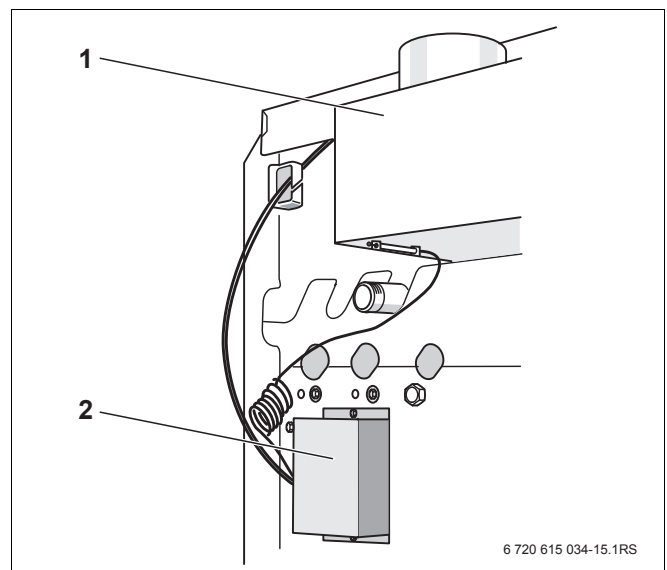

Abb. 11 Abgasüberwachung
- Die Abgasüberwachung AW 50 (Abb. 11, **Pos. 2**) startet nach einigen Minuten den Brenner wieder automatisch, sofern Wärmebedarf besteht.